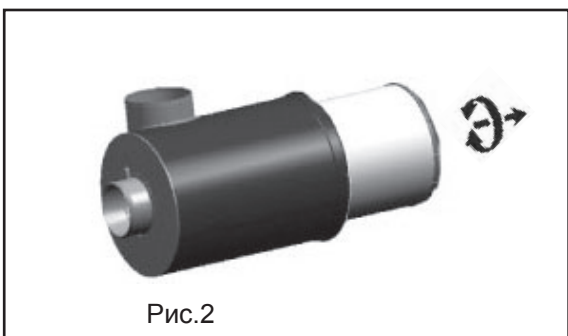

Рис.2
- Проверьте также износ многоручьевого ремня, как показано на рис. 2 и 3.
2. Снимите внешний элемент, слегка повернув его (рис.2) Не извлекайте внутренний элемент при очистке внешнего элемента!